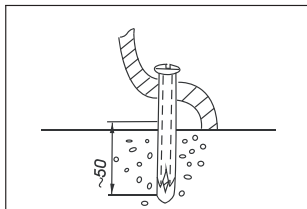

Рис. 4
4. Крепеж изделия (**рис. 4**). Изделие крепится к полу на 2-х винтах. Не рекомендуется устанавливать изделия на/в свежееуложенный бетон. **Внимание!** Перед установкой либо регулировкой арматуры в бачке унитаза-компакта удалите прокладочный материал, размещенный между бачком и крышкой унитаза. Прокладочный материал в дальнейшем в сборке унитаза-компакта не используется и подлежит утилизации.